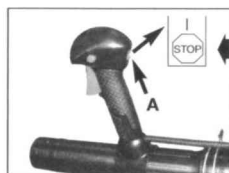

Fig. 16
Lorsqu'il est nécessaire d'arrêter le moteur immédiatement, APPUYEZ sur le bouton ARRÊT « STOP » (A). (Fig.16).